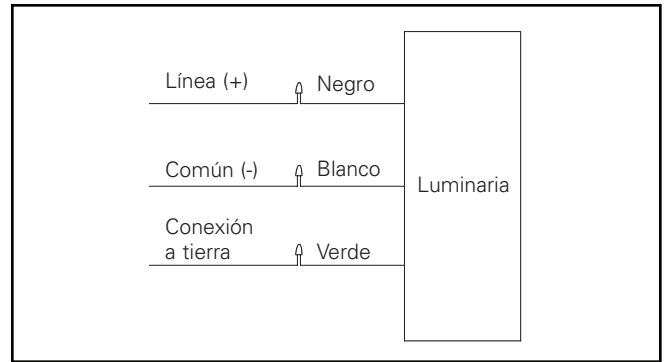

Figura 4.
2. Afloje, pero no retire los (2) tornillos de sujeción y los (2) pernos centrales.
4. Consulte los diagramas de cableado para conocer la conexión de alimentación. (Figura 4).
7. Realice las conexiones de cableado según el diagrama del cableado y empuje las conexiones al compartimento de empalme. (Figura 4.)
8. Vuelva a colocar la placa de cubierta y ajuste los (2) tornillos de la cubierta hasta 15 in.-lb.